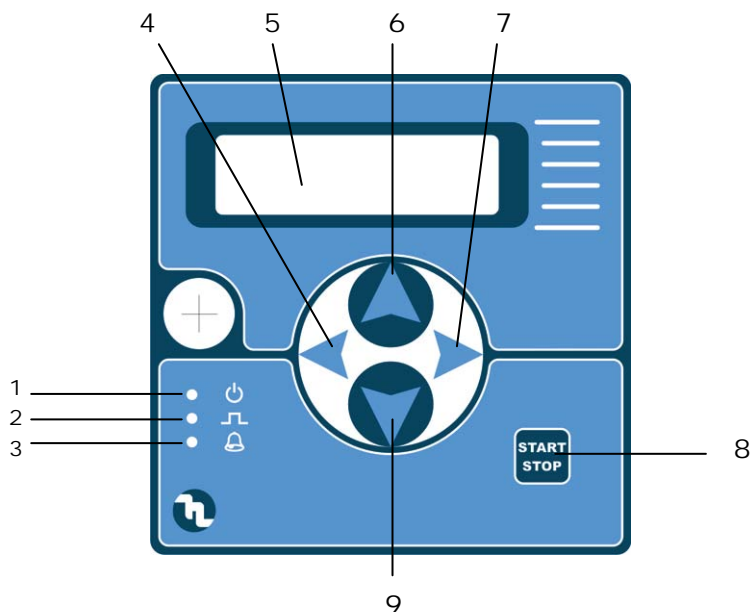

Рис.12
6.1. ОРГАНЫ УПРАВЛЕНИЯ НАСОСОМ (Рис.12)